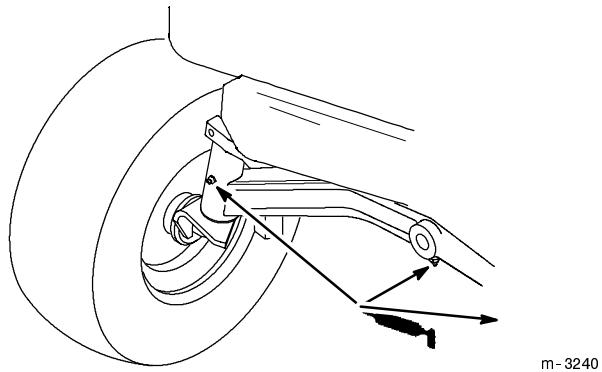

Abbildung 33
1. Den linken und rechten Achszapfen schmieren, bis das Fett beginnt, aus den Lagern auszutreten (Abb. 33).
2. Den vorderen Achsschenkel schmieren (Abb. 33).